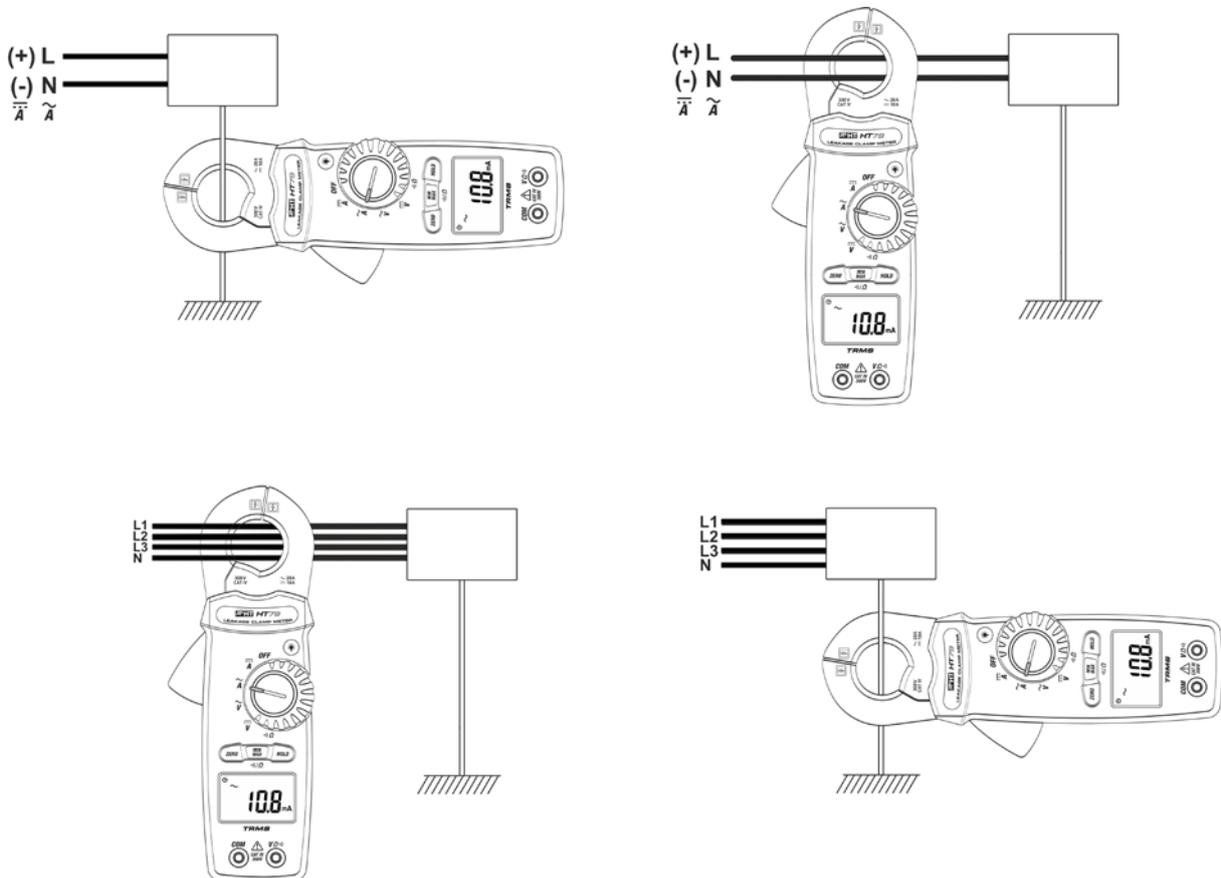

Abb. 10: Mögliche Einsätze der Stromzange zur Messung von AC oder DC Leckstrom
3. Öffnen Sie die Zange und verbinden Sie das Gerät, wie in der Fig. 10 angezeigt, für DC Systeme oder ein-/dreiphasigen AC Systemen mit 4 Kabeln. Der Leckstromwert erscheint auf dem Display.
3. Öffnen Sie die Zange und verbinden Sie das Gerät, wie in der Fig. 10 angezeigt, für DC Systeme oder ein-/dreiphasigen AC Systemen mit 4 Kabeln. Der Leckstromwert (Differenzstrom) erscheint auf dem Display.